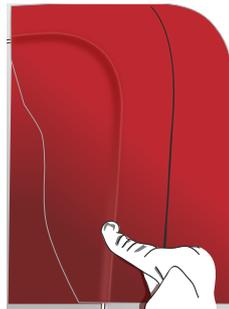

Abbildung 20
- › Die Folie ist so auf dem oben liegenden Bereich des Untergrunds abzulegen, dass sie die erhabenen Stellen berührt. Die Folie anschließend mit dem Finger auf dem Relief anbringen. (Abb. 20)